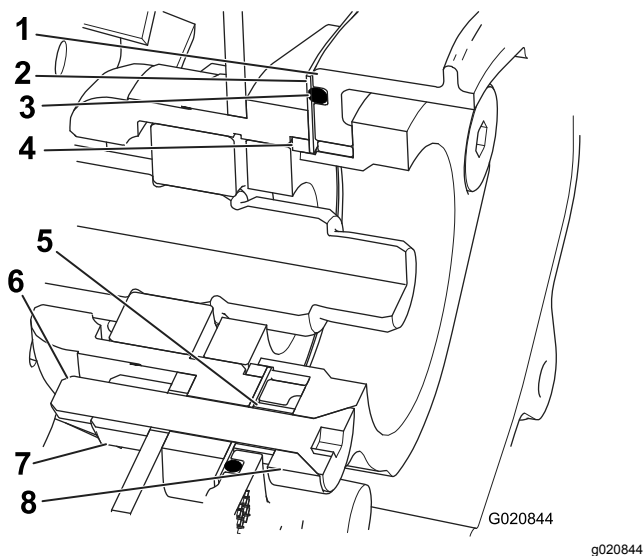

Figure 8
7. Insérez la bague adaptatrice dans le boîtier de roulement de cylindre (Figure 6 et Figure 8).
8. Insérez les 2 vis à tête plate ($\frac{3}{8} \times 2"$) dans l'adaptateur de roulement et positionnez les entretoises au bout des vis (Figure 6 et Figure 8).
10. Glissez l'adaptateur de roulement dans la douille en bronze et les vis dans les fentes du carter de groomer (Figure 6 et Figure 8).
14. Serrez les contre-écrous à un couple de 31 à 37 N·m (Figure 6 et Figure 8).